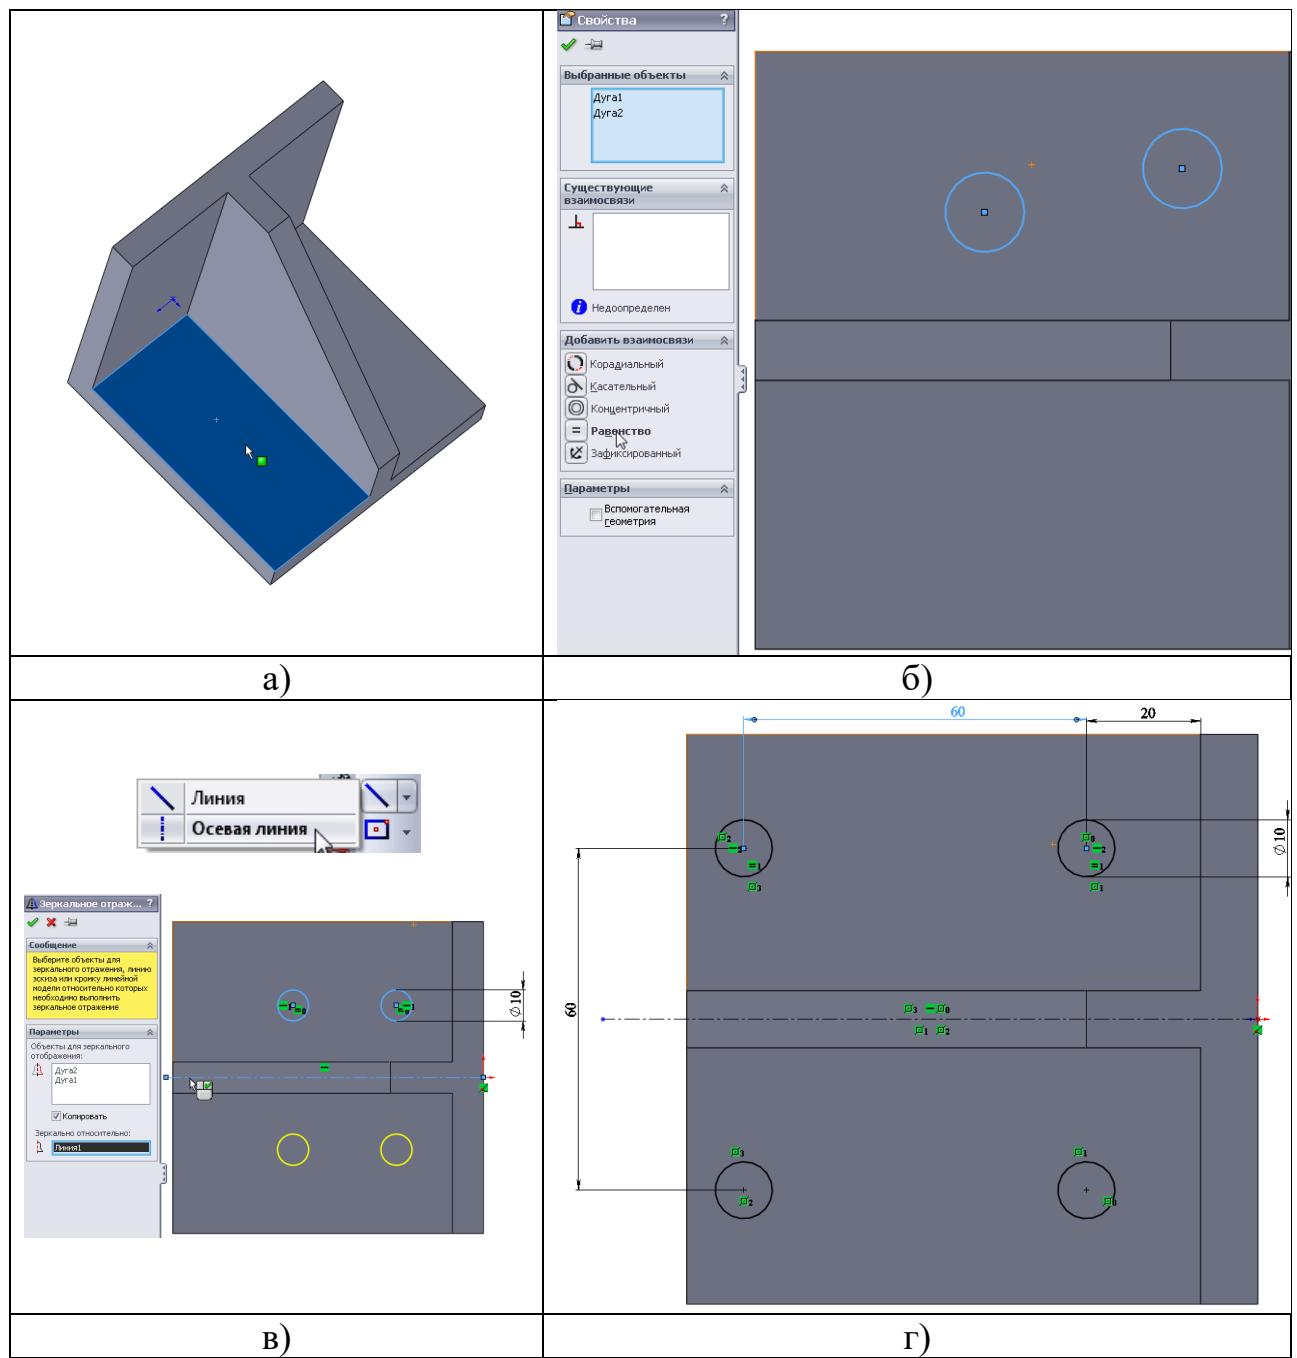

Рисунок 14 – Построение эскиза отверстий
3. «Сверлим» отверстия. Выбираем плоскость построения – грань уже существующего уголка. При наведении курсора на грань его вид меняется: (рисунок 14, а). Для того чтобы выделить грань, в этот момент необходимо щелкнуть по ней мышью. Выделенная грань изменяет свой цвет.
Теперь зададим условие, что отверстия размещены симметрично. Для этого предварительно проведем осевую линию по центру уголка. Выберем команду «Осьвая линия» (верхняя часть рисунка 14, в) и проведем ее строго горизонтально от точки начала координат (рисунок 14, г). Теперь нажмем на
Проставим размеры между центрами отверстий по горизонтали и вертикали, а также между центрами и передней стенкой (рисунок 14, г). Расстояние от передней стенки до центра отверстия задаем произвольно, из условия удобства завинчивания болта.